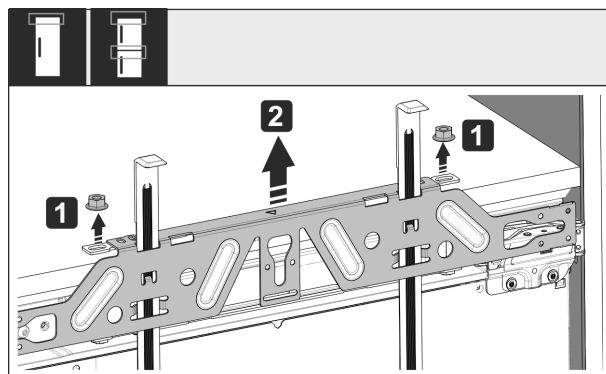

Fig. 50
► Povolte pojistné matice Fig. 50 (1).
► Sejměte upevňovací příčník Fig. 50 (2).